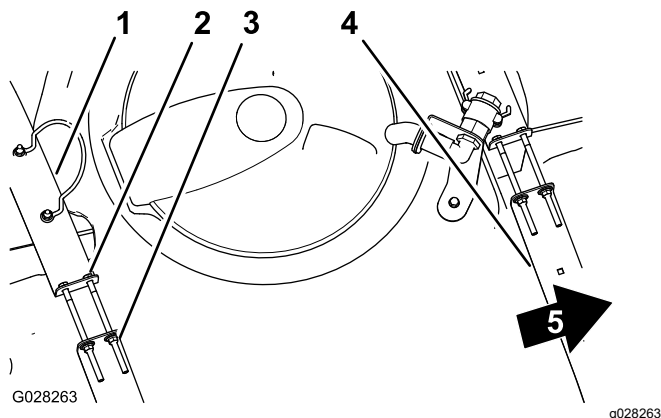

Figura 69
2. Verificai dacă există vreo micare între benzile de fixare a rezervorului i rezervor (Figura 69).
3. Dacă benzile de fixare a rezervorului se potrivesc liber pe rezervor, strângeți contrapiuliile cu guler i uruburile de la partea superioară a benzilor de fixare până când acestea sunt la același nivel cu suprafața rezervorului (Figura 69).